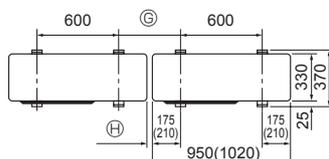

Fig. 3-1
- * Cerciórese de instalar la unidad en una superficie robusta y nivelada para evitar los ruidos de traqueteo durante la operación. (Fig. 3-1)